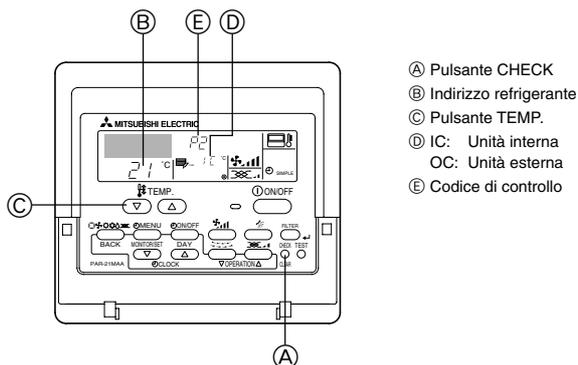

Fig. 10-3
10.4.1. Comando a distanza con filo (Fig. 10-3)
- ① Attivare l'alimentazione.
- ② Premere due volte il pulsante [CHECK].
- ③ Impostare l'indirizzo refrigerante con il pulsante [TEMP] se è utilizzato il controllo di sistema.
- ④ Premere il pulsante [ON/OFF] per arrestare l'autodiagnosi.